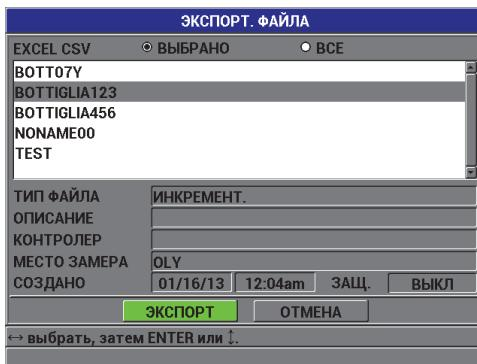

Рис. 8-6 Экран ЭКСПОРТ. ФАЙЛА
- В окне ЭКСПОРТ.ФАЙЛА (см. Рис. 8-6 на стр. 155) выберите: